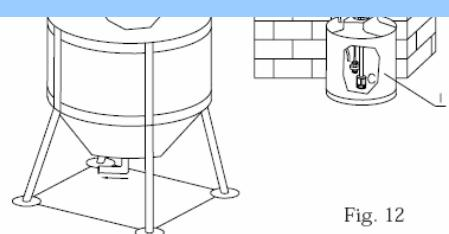

Fig. 12
Дуже рідко втрати рідини можуть бути викликані пошкодженням мембрани або її прокладок, в разі чого їх необхідно замінити, відкрутивши 4 гвинта на передній частині головки (Рис. 12). При зборі головки насоса переконайтесь, що гвинти закрученні щільно.
- a. Зніміть клапана скидання і забору, очистіть їх і встановіте назад (Рис. 12). У разі корозії клапанів перевірте відповідність матеріалу використовується вами реагенту. Стандартний матеріал клапанів – Вітон.